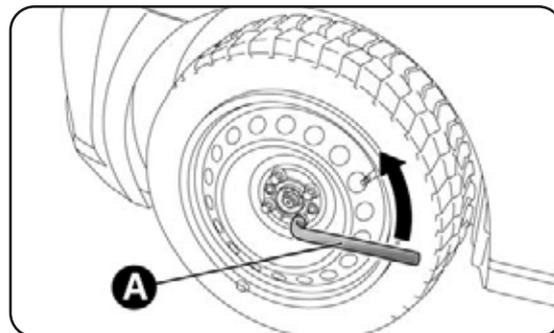

fig. 5
- com a chave A-fig. 5 aliviar cerca de uma volta os parafusos de fixação;
- com a chave A-fig. 5 apertar a fundo os parafusos de fixação;
- mediante a utilização da chave A-fig. 5, apertar a fundo os parafusos, passando alternativamente de um parafuso para aquele diametralmente oposto, segundo a ordem numérica ilustrada na figura 9;